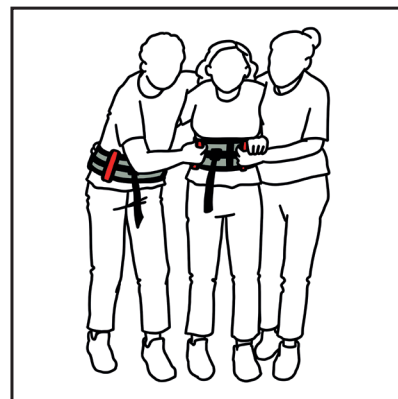

Bild 4
• Steht der Nutzer, positioniert / positionieren sich der oder die Helfer seitlich. Der Helfer greift im Rückenbereich einen passend positionierten Haltegriff des Hüftgurtes und greift mit der anderen Hand die Hand des Nutzers (Bild 4).